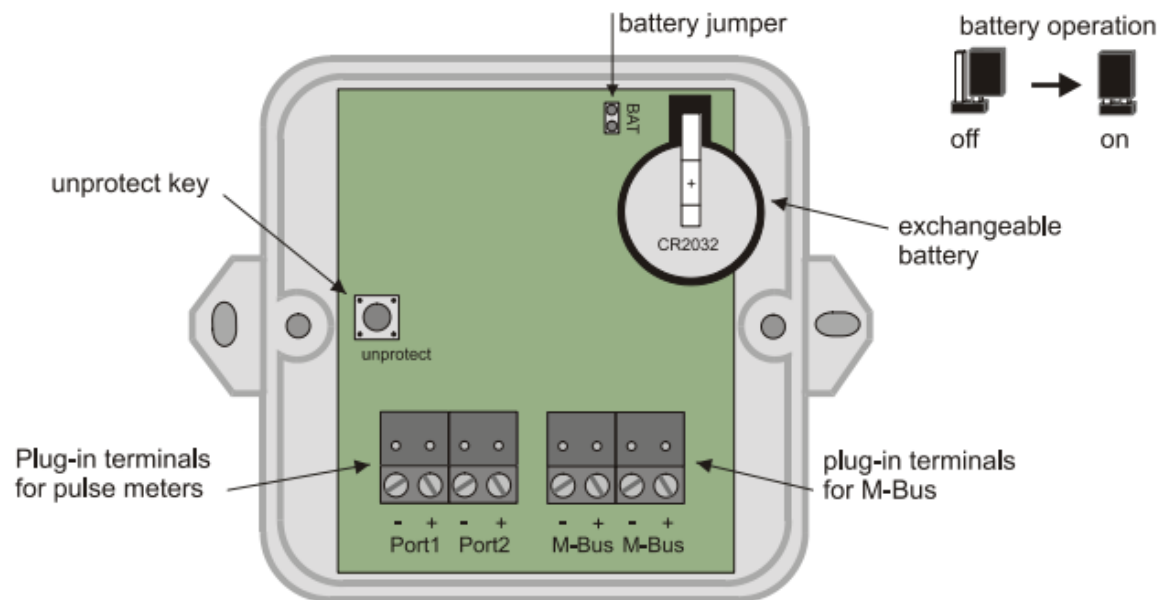

Рисунок 1. Внутреннее устройство прибора.
3.1.1. СИ RadPuls M2 после включения в систему необходимо активировать. Верхнюю крышку прибора необходимо снять и установить переключку «*Battery*» (рис. 1). Этим действием подключается аккумуляторная батарея прибора, используемая при отказах в сети M-Bus.